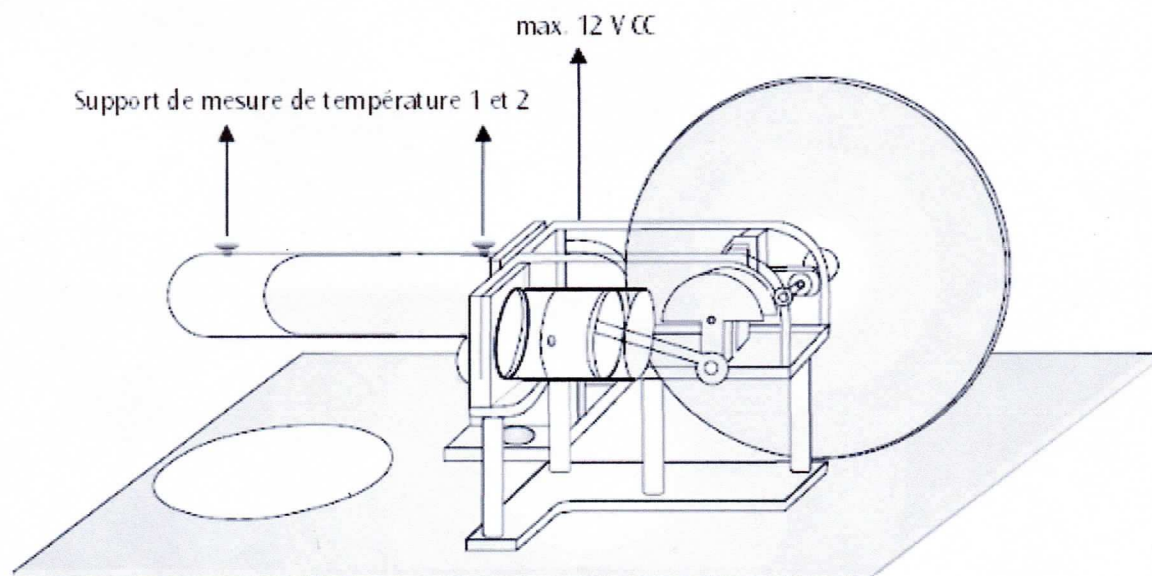

Fig. 3 Le moteur Stirling comme thermopompe ou machine frigorifique
- Placez les sondes de température dans les tubulures de mesure et branchez-les à un instrument de mesure (voir fig. 3).